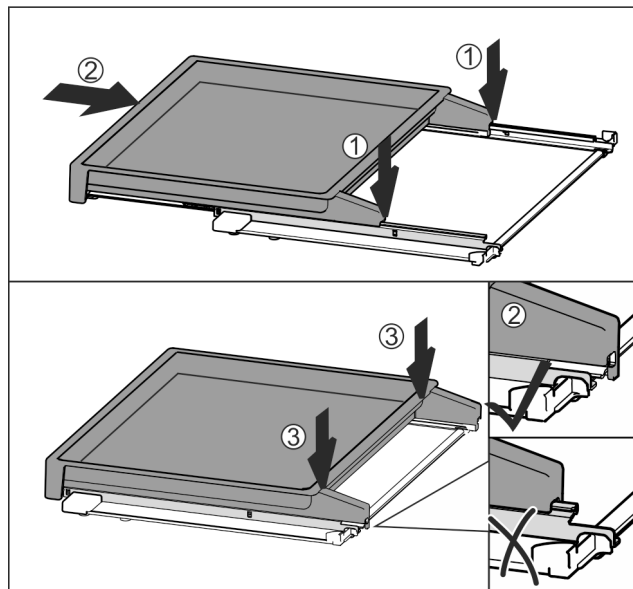

Fig. 33
- La poser au centre sur les rails Fig. 33 (1).
- Insérer complètement la bordure télescopique Fig. 33 (2).
- Appuyer sur sa partie arrière jusqu'à ce qu'elle s'enclenche de manière audible Fig. 33 (3).